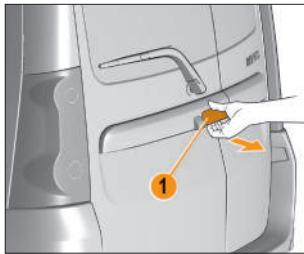

Рис. 1.4.5. Открытие большой двери багажного отделения
**Открытие большой двери багажного отделения.** При разблокированных дверях возьмитесь снизу за ручку 1 (рис. 1.4.5) и потяните ее на себя.